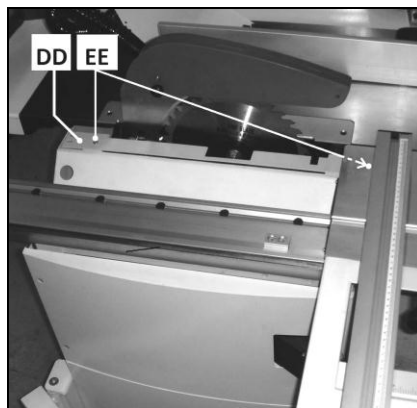

Fig 18
Desserrer les 2 écrous (EE, Fig 18) et enlever le tôle de protection (DD).